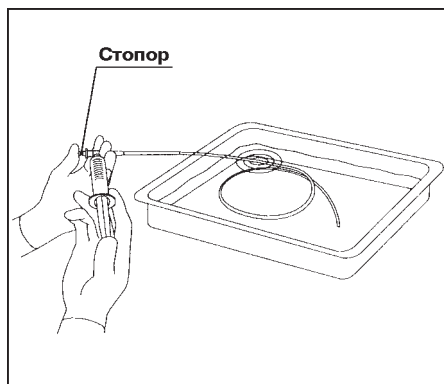

Рис. 5.2.
4. Закрывая пальцем отверстие вблизи стопора, введите 10 см3 (10 мл) раствора моющего средства в разъём для введения жидкостей (см. рис. 5.2). При невозможности введения раствора моющего средства или выявлении других мест вытекания раствора, кроме дистального конца вводимой части, трубчатую оболочку не следует использовать.